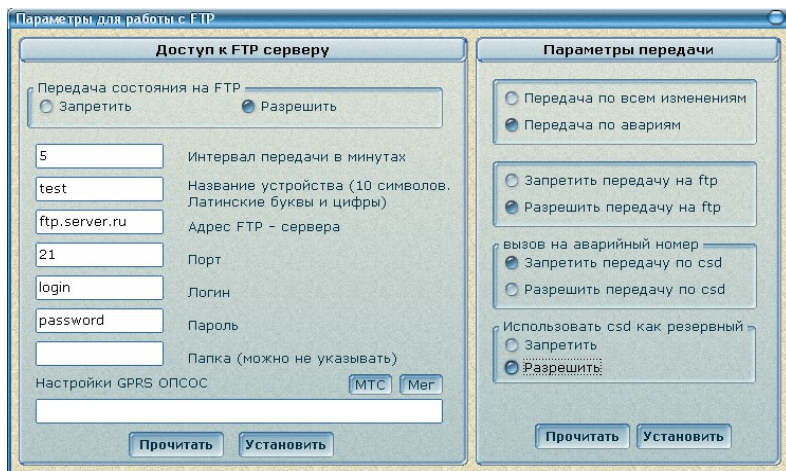

Рисунок 11
6.1.11 Для изменения параметров работы с FTP сервером нажмите кнопку «Настроить FTP». В открывшемся окне изменения параметров FTP соединения (рисунок 11) необходимо ввести: